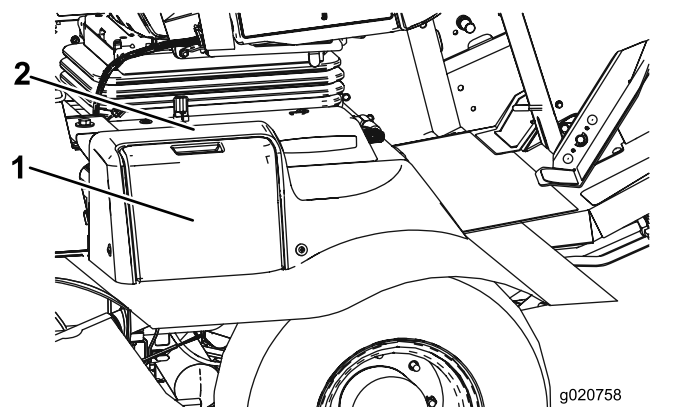

Figure 77
1. Ouvrez le couvercle de la batterie sur le côté du carénage (Figure 77).
Remarque: Appuyez sur la surface plate au-dessus du couvercle de batterie pour faciliter la dépose du couvercle (Figure 77).